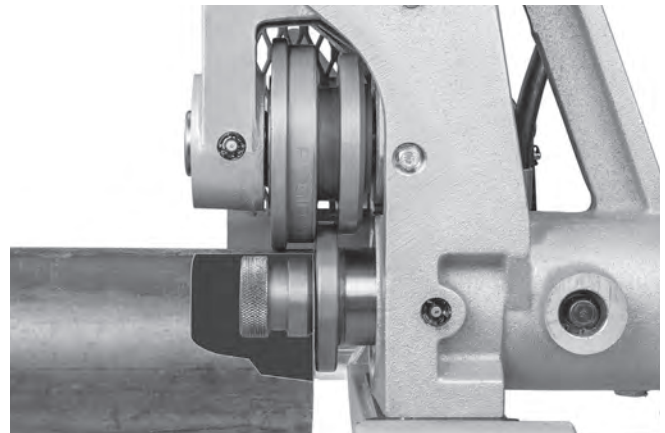

Abbildung 10 – Auflegen des Rohrs über die Antriebswelle, bündig mit dem Antriebswellenflansch (Stabilisator zur Verdeutlichung nicht abgebildet)
3. Zum Stützen des Rohrs müssen geeignete Rohrstützer verfügbar sein. Stellen Sie die Höhe der Rohrstützer so ein, dass das Rohr waagrecht liegt und der obere Innendurchmesser des Rohrs auf der Antriebsrolle sitzt (siehe *Abbildung 10*).
4. Legen Sie das Rohr auf den/die Ständer, wobei das Rohrende bündig mit dem Antriebswellenflansch abschließt und die Innenseite des Rohrs die Oberseite der Antriebswelle berührt (*Abbildung 10*). Vergewissern Sie sich, dass das Rohr stabil und sicher liegt.